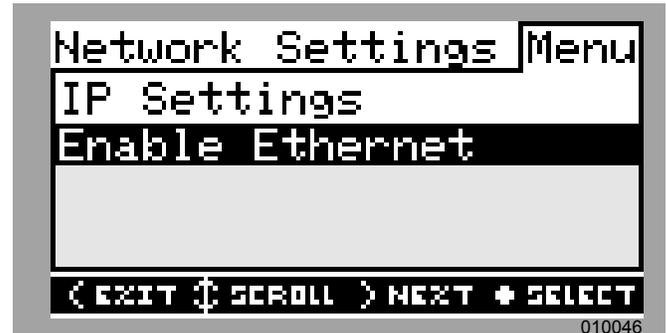

Figura 6-25. Configuración de Ethernet (2 de 4)
4. Consulte la Figura 6-25. Use las flechas hacia arriba y hacia abajo para resaltar Enable Ethernet (Activar Ethernet) y presione el botón central.